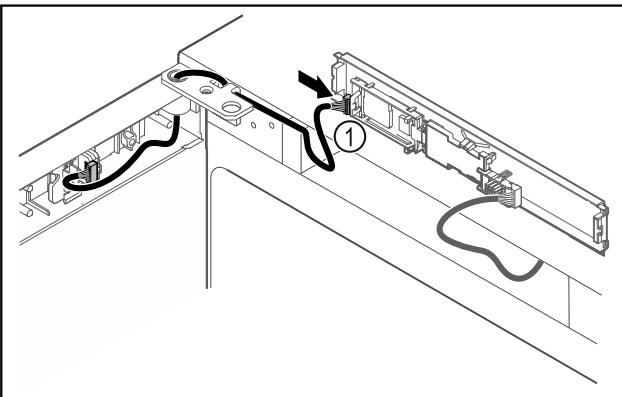

Fig. 48
► Встановити штекер Fig. 48 (1) на плиті.